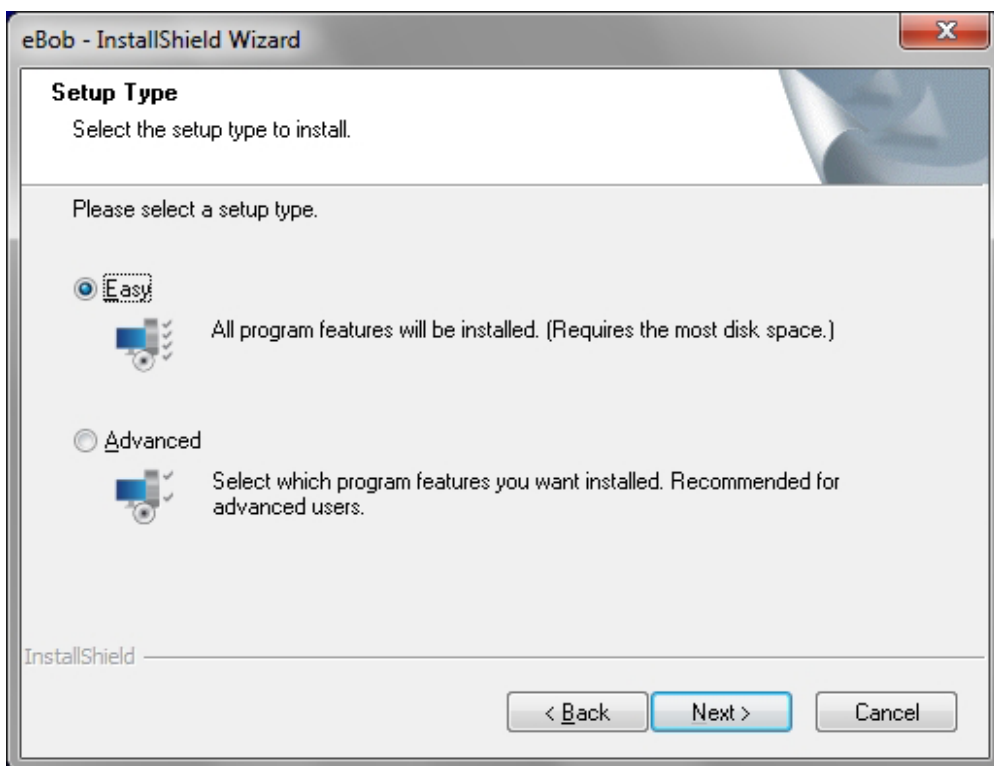

Figura 2
4. Siga las instrucciones en pantalla y seleccione la opción fácil cuando se le solicite el tipo de instalación. Vea la Figura 2.